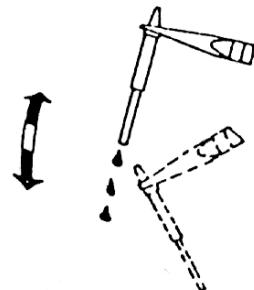

FIG. 7
6. Verwijder de stift en schudt het gesmolten soldeer los. De punt is nu vrijgemaakt (fig. 7). Breng de punt terug op zijn plaats en schroef de stifthouder terug vast. Span de schroef niet te hard aan !